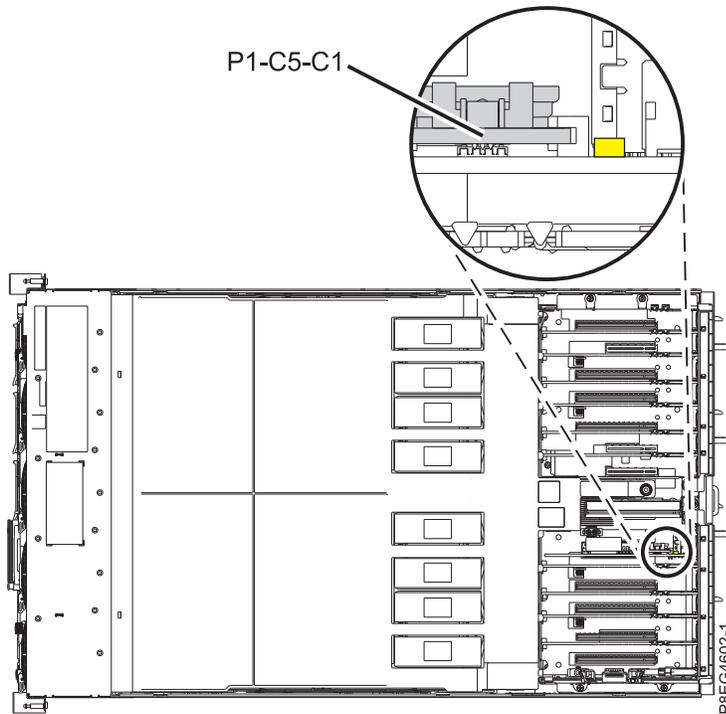

Figura 1. Ubicación de la tarjeta de batería de hora del día y del LED en el sistema 8408-44E o 8408-E8E
6. Busque el LED de error de color ámbar intermitente que ha habilitado en el paso 1 en la página 1 para identificar la tarjeta de batería de hora del día que falla. En la Figura 1 en la página 3 se muestra la ubicación de la tarjeta de batería de hora del día en el sistema 8408-44E o 8408-E8E así como la posición del LED, que se halla en la tarjeta del procesador de servicio.